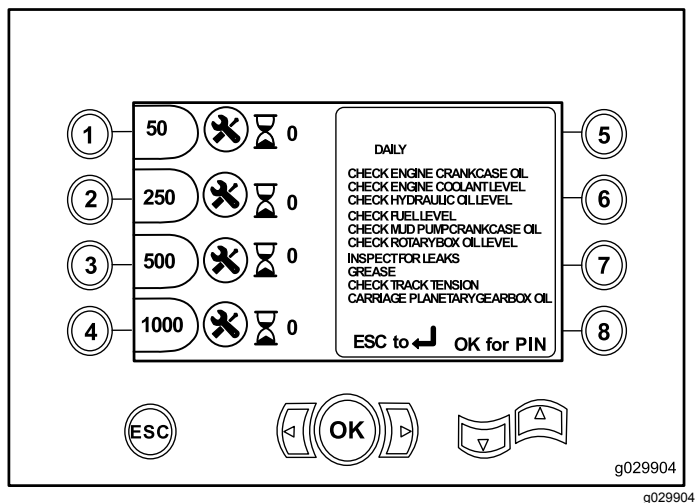

Рисунок 11
- Кнопка 2 – схема проведения смазки и технического обслуживания (Рисунок 11)